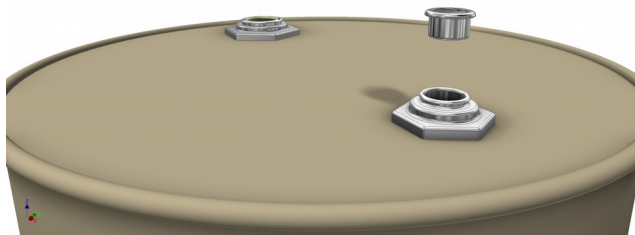

FIG. 1
- 1 - Togliere il tappo da  $\frac{3}{4}$  dal fusto [Fig.1].